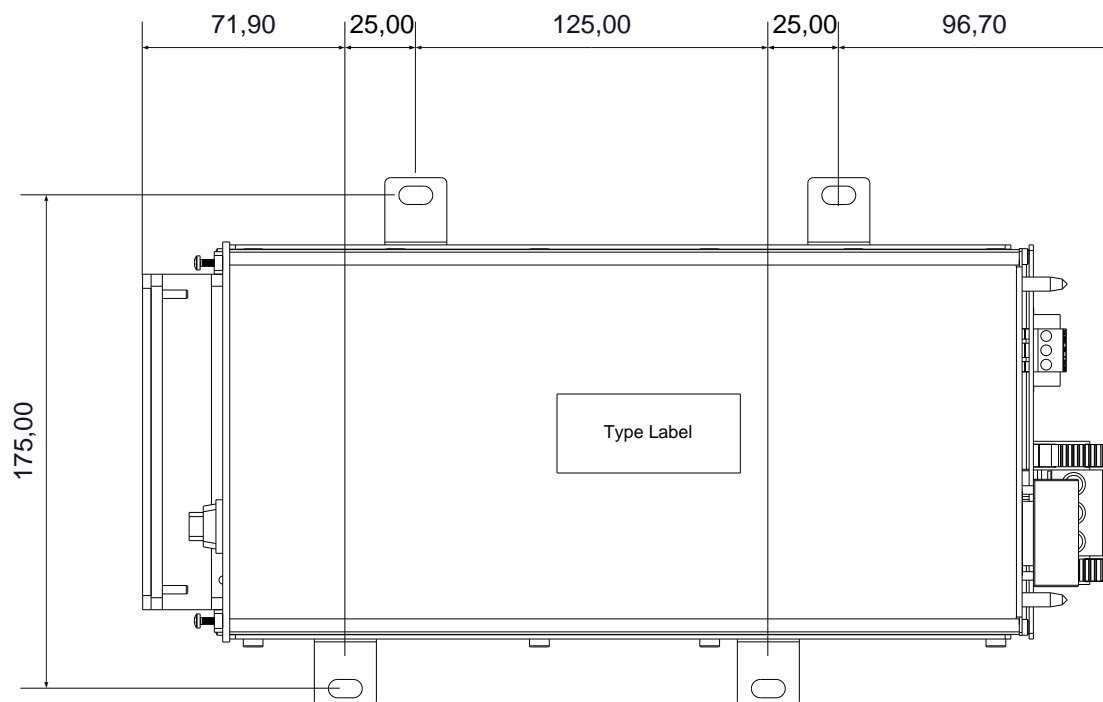

Рис. 4: Размерный чертеж вариантов PS 1000/230 016 и 017 для настенного монтажа
- Блок питания оснащен четырьмя точками крепления и может устанавливаться как в вертикальном, так и в горизонтальном положении. Точки крепления расположены на таком расстоянии друг от друга, чтобы блок питания на профильных шинах с перфорированной решеткой (25 мм) монтажной рамы помещался в электрошкаф NIMA, см. размерный чертеж Рис. 4.